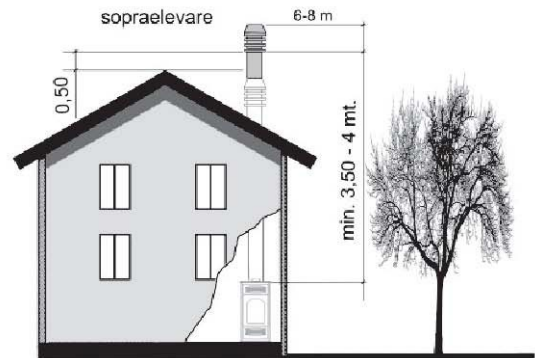

Fig.7
in funzione dell'angolo di inclinazione della copertura, per cui risulta necessario adottare le altezze minime riportate in fig.7 e in fig.8.
- Il comignolo dovrà essere del tipo antivento e superare l'altezza del colmo (fig.7 e fig.8).
- Eventuali fabbricati o altri ostacoli che superano l'altezza del comignolo non dovranno essere a ridosso del comignolo stesso (fig.7).